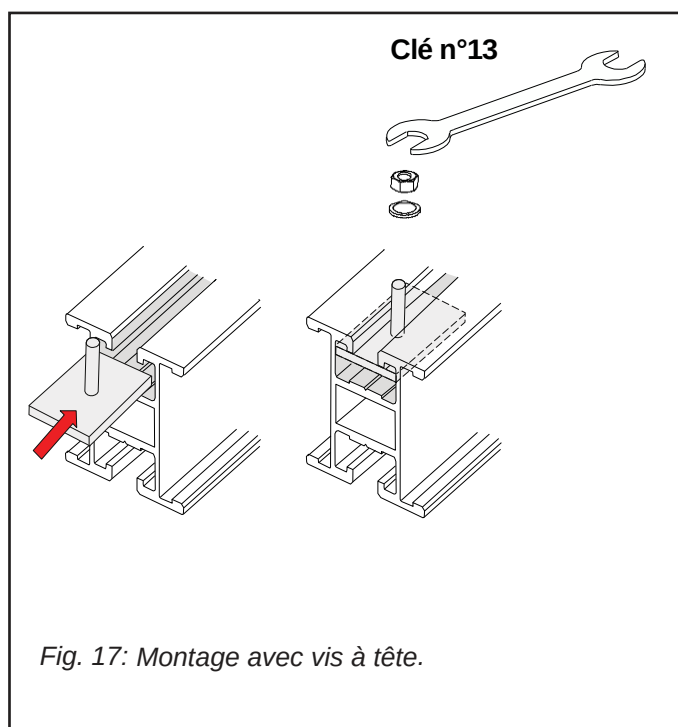

Fig. 17: Montage avec vis à tête.
- Glisser la vis M8 avec sa tête pour rail en „H“ (Fig. 17) dans la rainure du rail.